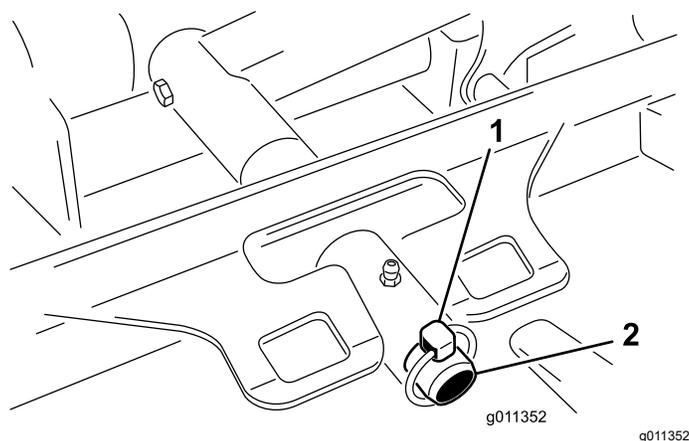

Figure 79
3. Retirez la goupille à anneau (Groundsmaster 4500) ou l'écrou de retenue (Groundsmaster 4700) qui fixe le bâti porteur de l'unité de coupe à l'axe de pivot du bras de levage (Figure 79).
2. Faites glisser le bâti porteur de l'unité de coupe sur l'axe de pivot du bras de levage (Figure 79). Fixez l'unité sur l'axe à l'aide de la goupille à anneau (Groundsmaster 4500) ou de l'écrou de retenue (Groundsmaster 4700).